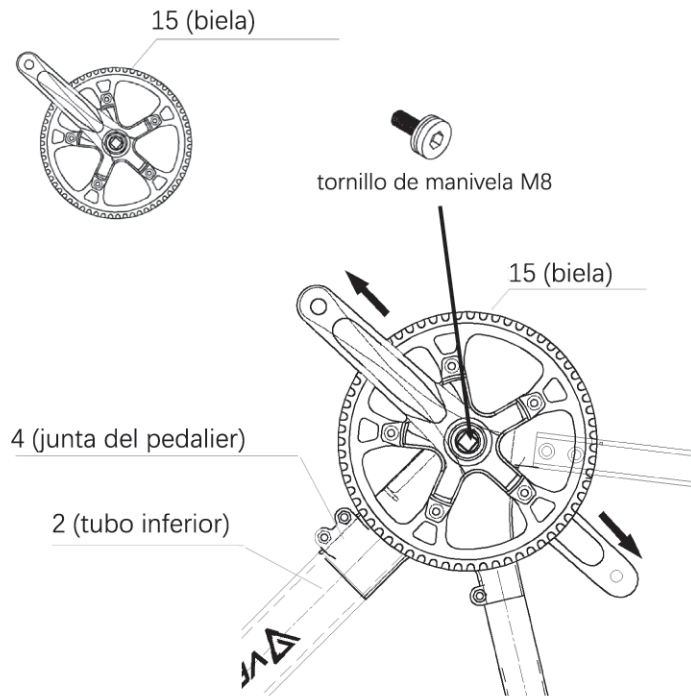

Figura 26: Montaje del plato
- Asegúrese de que la manivela de la pieza 15 y la manivela preinstalada en la pieza 4 estén colocadas a 180°, y luego instale la pieza 15 en la pieza 4, como se muestra en la Figura 26.